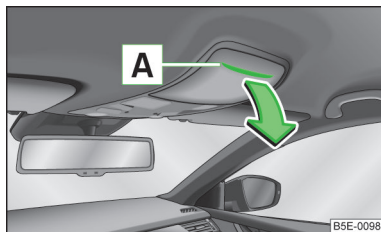

Fig. 68
- Appuyez sur le couvercle du compartiment à lunettes au niveau de la zone **A** » fig. 68.